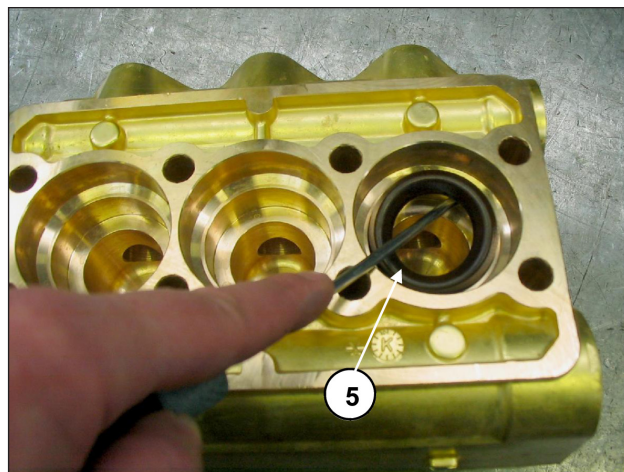

图21
C) 从泵头抽出高压密封圈，从相应底座抽出低压密封圈，可使用如图21所示的简单工具⑤，注意不要损坏各自的底座。